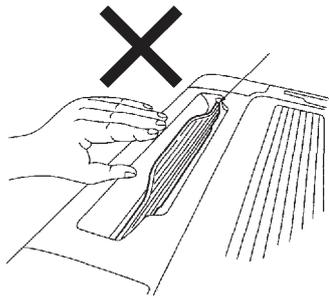

Fig. 2-13
- **No tocar el álabe o aplicarle fuerza. (Fig. 2-13) (Esto podría producir averías en el álabe).**